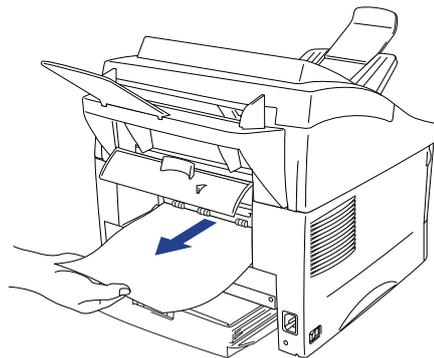

图7-3
- (6) 打开后盖，将被卡的纸拉出定影单元。如果你不得不从打印机的后部拉纸，墨粉有可能弄脏保险丝，这样就有可能在随后打印的一张或几张纸上引起墨粉聚积现象。打印几张测试页，直至墨粉不再聚积（图7-3）；
- (7) 关闭后盖。
- (8) 安装硒鼓单元与纸盒，关闭前盖。